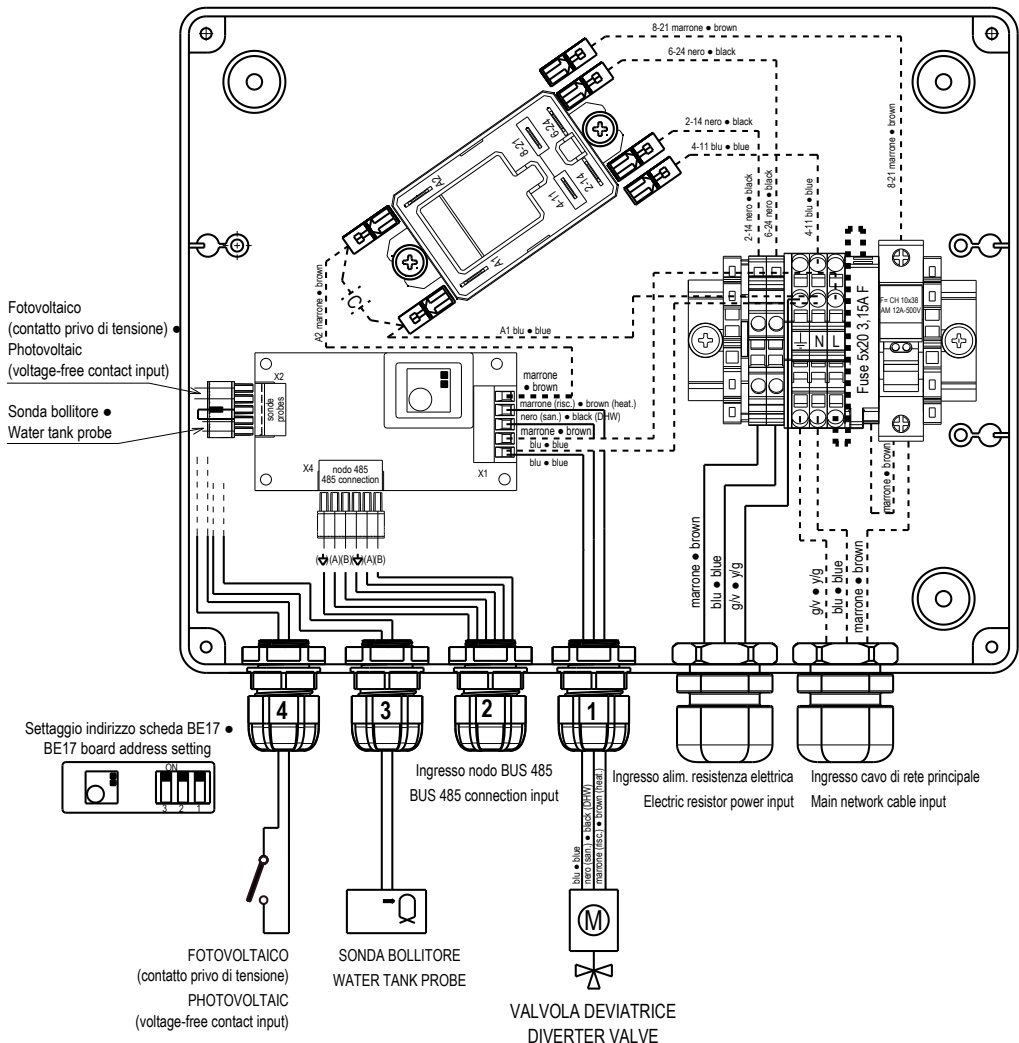

fig. 3
- ⚠ Per i collegamenti fare riferimento allo schema elettrico (fig. 3).
- Collegare al connettore 5-poli X1 il cablaggio collegamento valvola deviatrice in dotazione dopo averlo inserito nel **passacavo 1** (fig. 3)
- ⚠ For connections, refer to the electrical diagram (fig. 3).
- Connect the supplied diverter valve connection wiring to the 5-pole X1 connector after inserting it into **cable gland 1** (fig. 3)
- Collegare al connettore 6-poli X4 della scheda elettronica BE17 i cavi BUS di comunicazione di sistema (Lmax = 30m) come indicato nello schema elettrico dopo averli inseriti nel **passacavo 2** (fig. 3).
- Collegare al connettore 5-poli X2 il cavo sonda in dotazione dopo averlo inserito nel **passacavo 3**, fare riferimento allo schema elettrico (fig. 3).
- collegare i 2 fili provenienti dal fotovoltaico (contatto pulito privo di tensione) al connettore 5-poli X2 come riportato nello schema elettrico (fig. 3) dopo averlo inserito nel **passacavo 4**.
- Connect the system communication BUS cables (Lmax = 30m) to the 6-pole X4 connector of the BE17 electronic board as indicated in the electrical diagram after inserting them into **cable gland 2** (fig. 3).
- Connect to the 5-pole connector X2 the supplied probe cable after inserting it into the **cable gland 3**, refer to the electrical diagram (fig. 3).
- connect the 2 wires coming from the photovoltaic (voltage-free contact input) to the 5-pole connector X2 as reported in the electrical diagram (fig. 3) after inserting it into the **cable gland 4**.